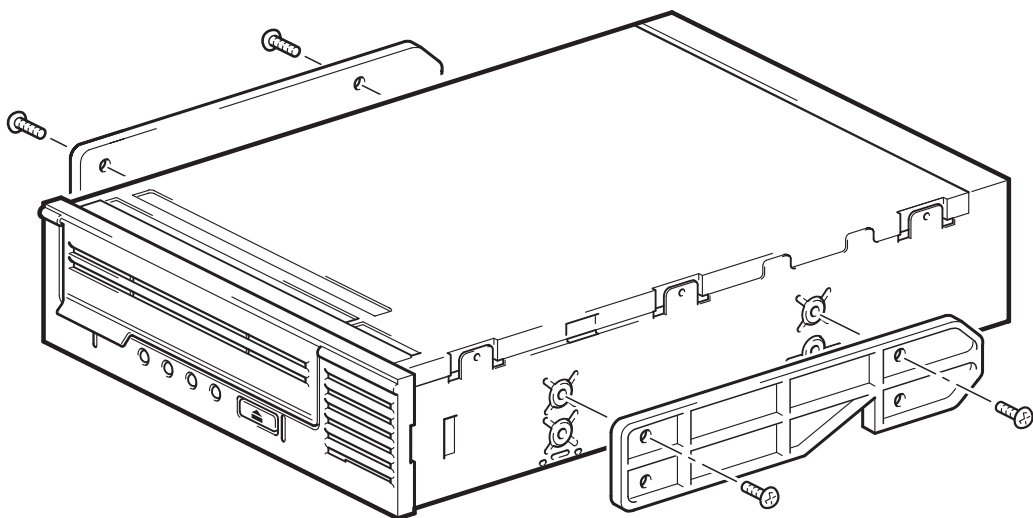

Figura 5a: fissaggio delle viti di montaggio in un tipico server HP ProLiant 530 o 570
- 1 Utilizzare un normale cacciavite Phillips per fissare le guide idonee. Utilizzare le viti M3 fornite con l'unità a nastro, contenute nel pacchetto di viti con l'etichetta 'Viti di montaggio generiche', come indicato nella Figura 5a.